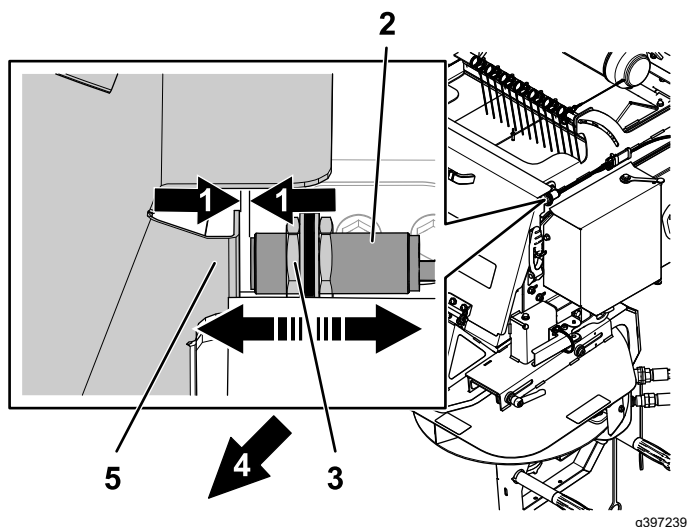

Figura 10
8. Regolate lo spazio tra il sensore e lo sportello della tramoggia a 3 mm come illustrato nella Figura 10 utilizzando i dadi di regolazione. La distanza non dovrà essere maggiore di 6 mm.